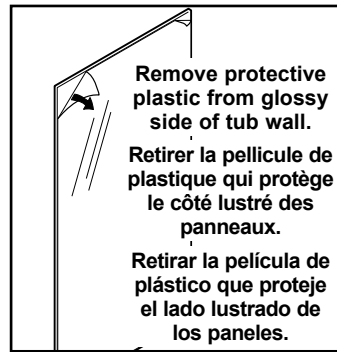

Fig. 7
- Remove protective plastic from glossy side of corner panel B. **Fig. 7.**
- Remove protective plastic from glossy side of panels A and C. **Fig. 7.**
- Retirer la pellicule de plastique du côté lustré des panneaux de coin B. **Fig. 7.**
- Retirer la pellicule de plastique du côté lustré des panneaux A et C. **Fig. 7.**
- Retirar la película de plástico del lado lustrado de los paneles de esquina B. **Fig. 7.**
- Retirar la película de plástico del lado lustrado de los paneles A y C. **Fig. 7.**